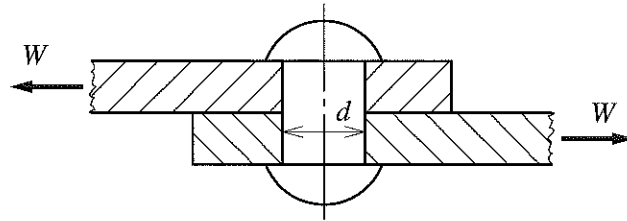

図5
- (1) 歯車1と歯車2の中心距離 a は何 mm になるか。
- (2) 歯車1の回転速度 N_1 が150rpm のとき、歯車2の回転速度 N_2 は何 rpm になるか。
- (3) 歯車1の歯車2に対する回転速度の比はいくらになるか。
- (4) 歯車1の回転速度 N_1 が150rpm のとき、歯車1の角速度 ω は何 rad/s になるか。
- 6 図5は、2枚の板を直径 $d=13\text{mm}$ のリベットで固定し、互いの板を $W=5\text{kN}$ の力で引っ張ったようすを表している。次の各問に答えなさい。